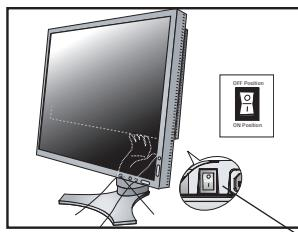

Figure 9
8. L'interrupteur de vacances à l'arrière du moniteur près de l'entrée AC doit être sur la position ON (Marche) pour que le moniteur fonctionne (Figure 9).